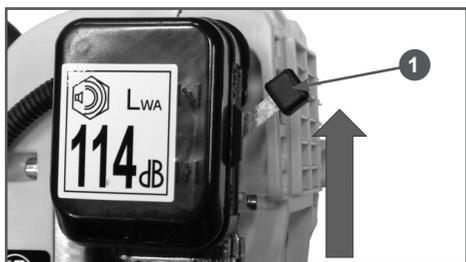

Рис. 6 Рычаг управления воздушной заслонкой карбюратора
4. Закройте воздушную заслонку. Для этого рычаг заслонки 1 поднимите вверх (Рис.6).